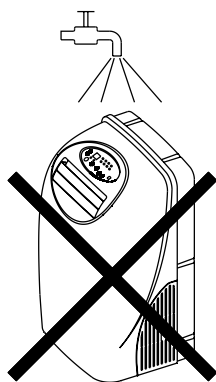

Рис. 12
- 3). Во избежание поражения электрическим током не лейте воду на кондиционер из крана или шланга (рис. 12).